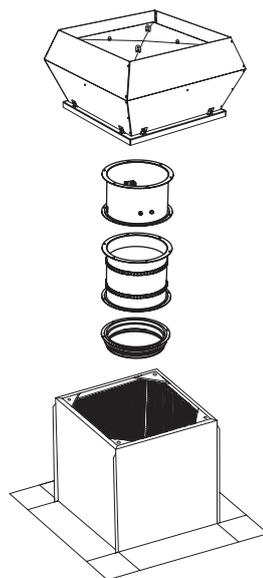

Fig. 5.5.23 Montage et installation à l'aide des accessoires.
- La tourelle est installée sur la costière en utilisant les accessoires prévus : clapets d'extraction de retour, raccords flexibles, piquage de câblage. Il n'est possible de la monter que de la manière indiquée Fig. 5.5.23.